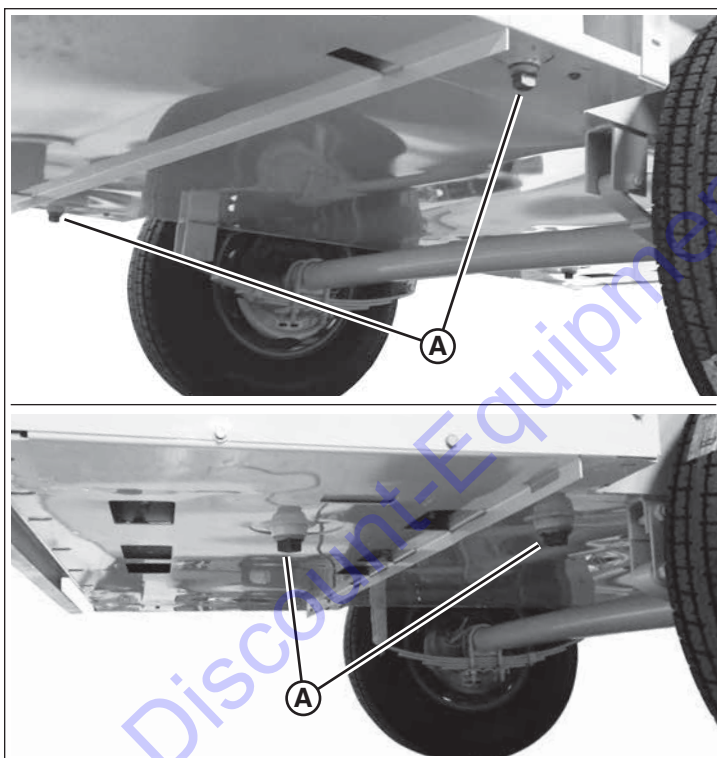

Figure 50
1. Placer un récipient adéquat sous l'un des quatre drains de retenue de liquide (A, Figure 50) se trouvant sous l'appareil vers l'arrière. Vous reporter aussi à « Caractéristiques et commandes ».